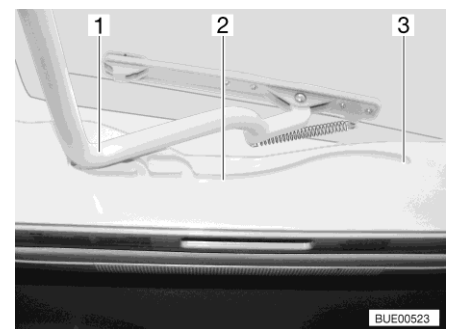

Fig. 108 Guía (claraboya Heki)
- Tirar el estribo (Fig. 108,1) en las guías (Fig. 108,2) hasta la posición trasera final (Fig. 108,3).
- Empujar el estribo (Fig. 108,1) ligeramente hacia arriba con ambas manos.
- Tirar el estribo en las guías (Fig. 108,2) hasta la posición deseada.